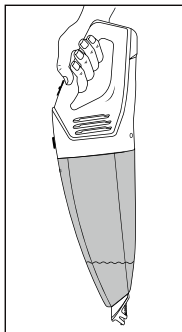

Fig. 3
- Après avoir aspiré des liquides, portez toujours l'appareil avec l'embout pour aspiration de liquides 1 pointant vers le bas (voir fig. 3):